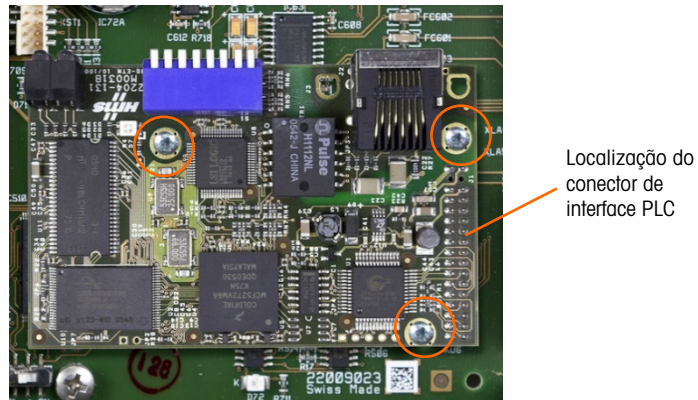

Figura 3-60: Módulo de Interface CLP instalado na placa principal
Para remover um módulo de interface CLP da placa principal, solte e remova os três parafusos (indicados em Figura 3-60) mantendo-o no lugar e erguendo cuidadosamente o módulo para fora do seu conector.
3. Instale os três parafusos indicados em Figura 3-60.